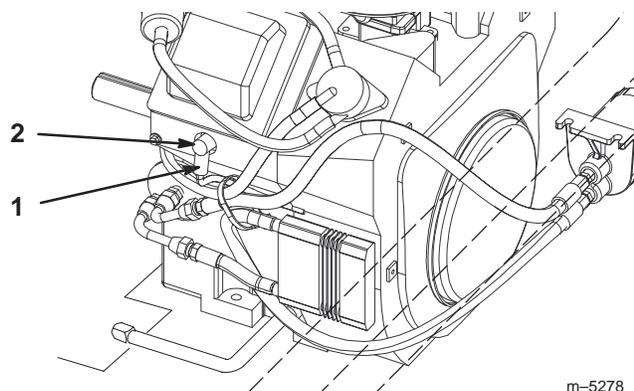

Figure 61
2. Débranchez les fils des bougies (Fig. 61). Nettoyez la surface autour des bougies pour éviter que des impuretés endommagent le moteur en tombant à l'intérieur.
- Connectez les fils aux bougies (Fig. 61).